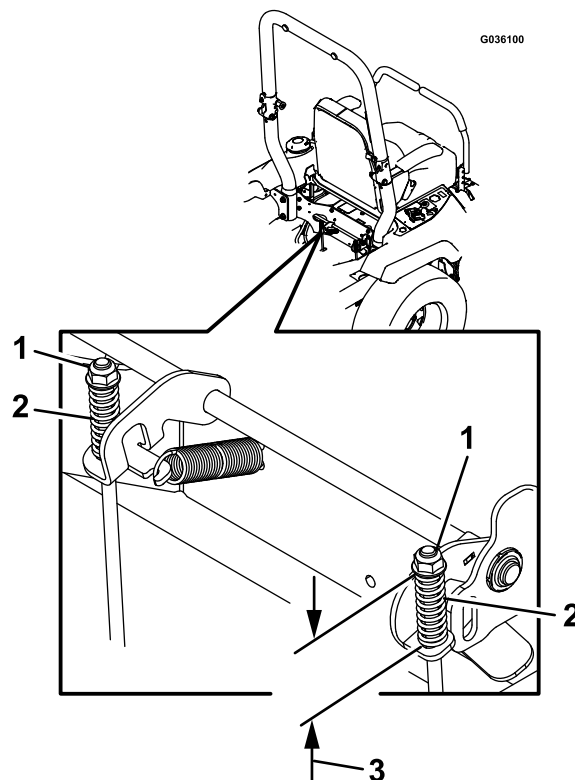

Figure 61
7. Contrôlez les deux longueurs de ressort comme montré à la Figure 61. Si un réglage est nécessaire, tournez l'écrou supérieur dans le sens horaire pour raccourcir le ressort, et dans le sens antihoraire pour l'allonger.